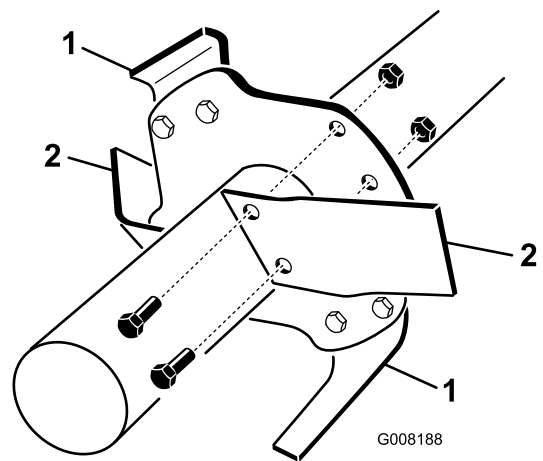

Figura 14
6. Togliete le fustelle vecchie una alla volta e installate le nuove fustelle (Figura 14).